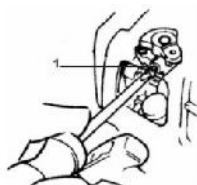

Fig.E17
2. Si l'élément de coupe tourne au ralenti, réduire la vitesse de ralenti en tournant la vis de réglage dans le sens inverse des aiguilles d'une montre, si nécessaire (Fig.E17).